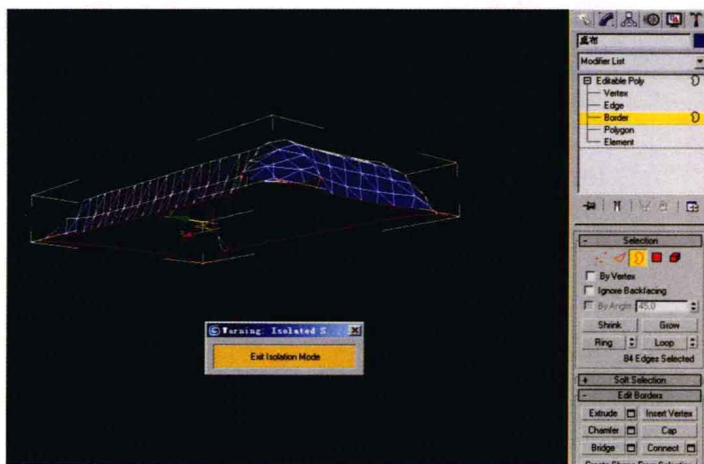

图 1-35
9. 由于【Plane】只是一个单面物体，导入到Max场景中后，发现桌布缺乏布的厚度，将其转换为可编辑的多边形，删除原来创建的物体和【布料采集器】。选择桌布，按“Alt+Q”键使其孤立，暂时隐藏其他不要的物体。回到修改器中，按下数字“3”键，进入【选择边界】的模式，在场景中框选桌布，边界被选择中。如图1-35所示。